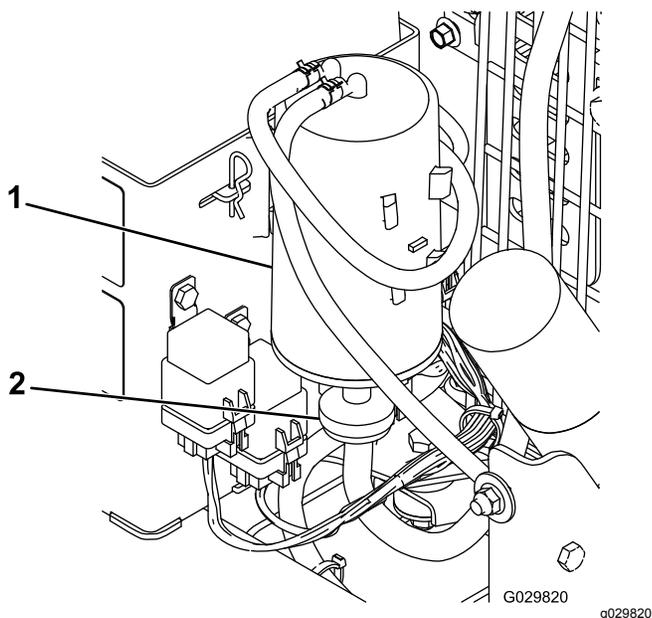

図 17
2. カーボンキャニスタフィルタを取り外して廃棄する 図 17。